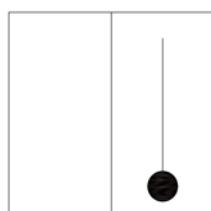

图8-134 填充图案
- 05 调用H【图案填充】命令，选择SOLID图案，填充结果如图8-134所示。